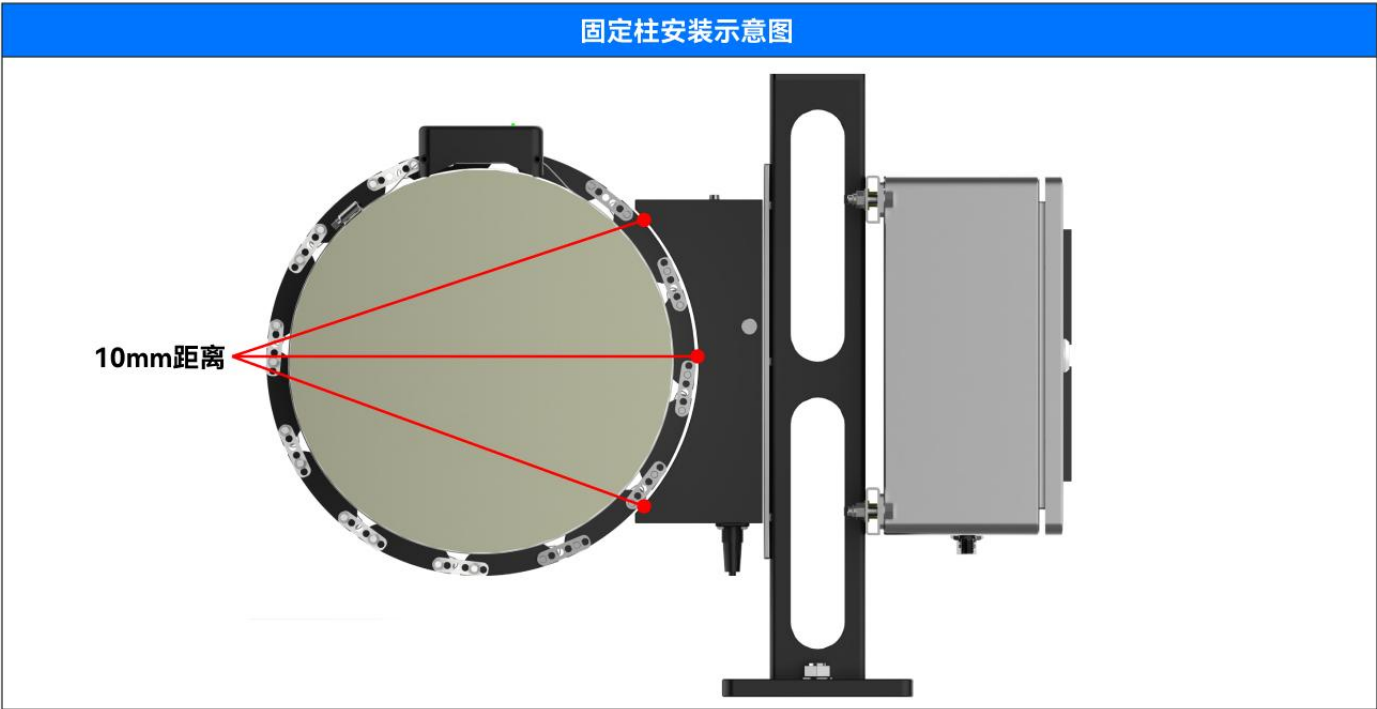

图3.39
4. 如果需要，松开定子安装螺母和螺栓，并在安装柱槽上垂直调整定子安装，直到定子和转子组件之间的间隙沿其曲面一致为10mm，如图3.39。